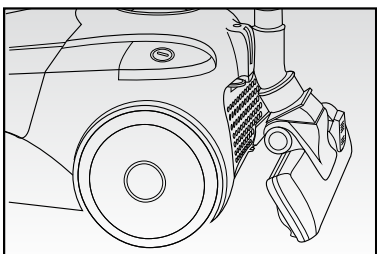

Fig. 6
- Se puede guardar el aparato, utilizando el correspondiente gancho trasero para el cepillo de pavimentos (FIG. 6).